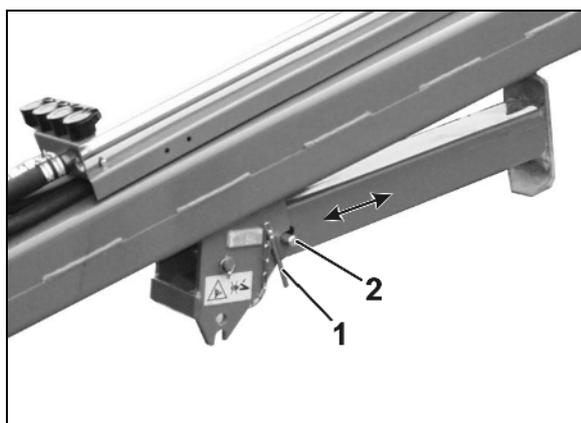

Fig. 75
- Béquille relevée lors de l'utilisation ou du transport (Fig. 75).
2. Retirez l'axe (Fig. 75/1).
3. Actionnez la sécurité complémentaire (Fig. 75/2) et relevez/abaissez la béquille.